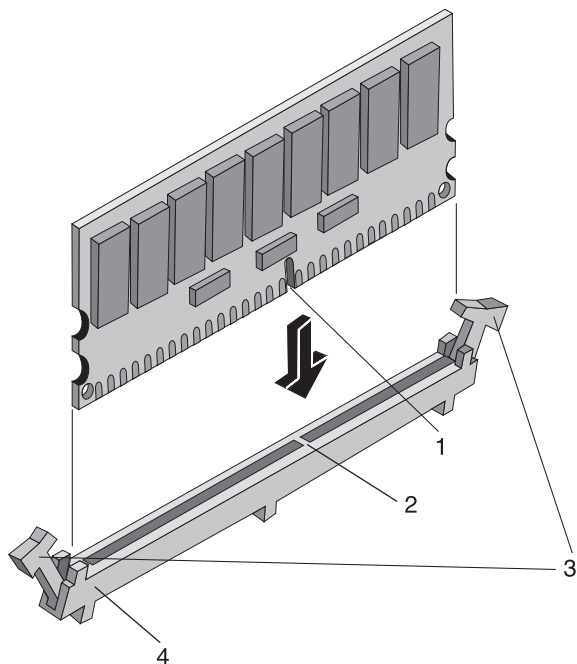

Figura 2-12. Allineamento del modulo DIMM con lo slot
7. Allineare la tacca sul nuovo modulo DIMM con la corrispondente linguetta dello slot DIMM. Fare riferimento alla figura 2-12.